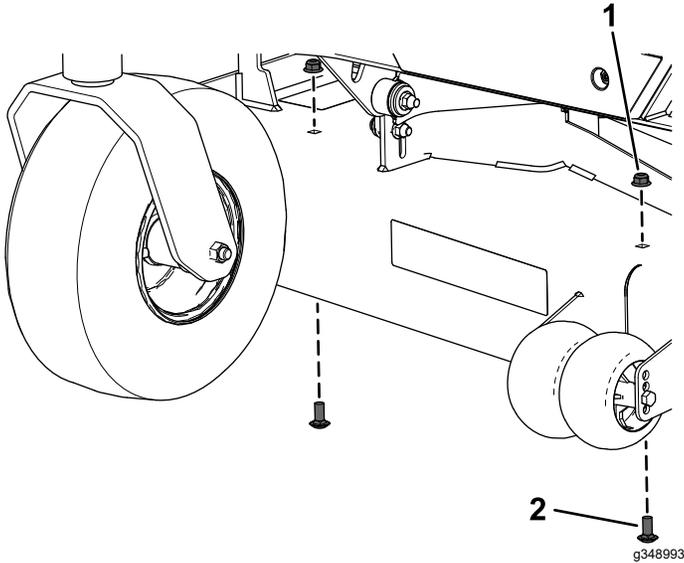

Figure 3
- Retirez les 2 boulons de carrosserie et les 2 contre-écrous à l'avant du plateau de coupe (Figure 3).